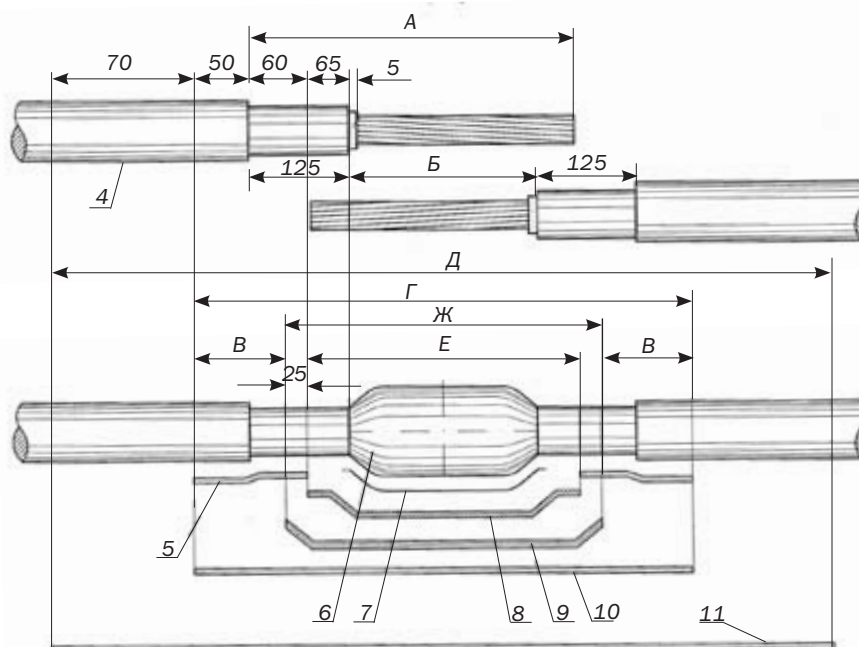

Рис. 1. Разделка и монтаж кабелей без брони с покровами типа «Шп»:
2.1. Размеры разделки концов кабелей приведены в таблице 1. Разделка концов сращиваемых кабелей и места наложения расходных материалов показаны на рис. 1.